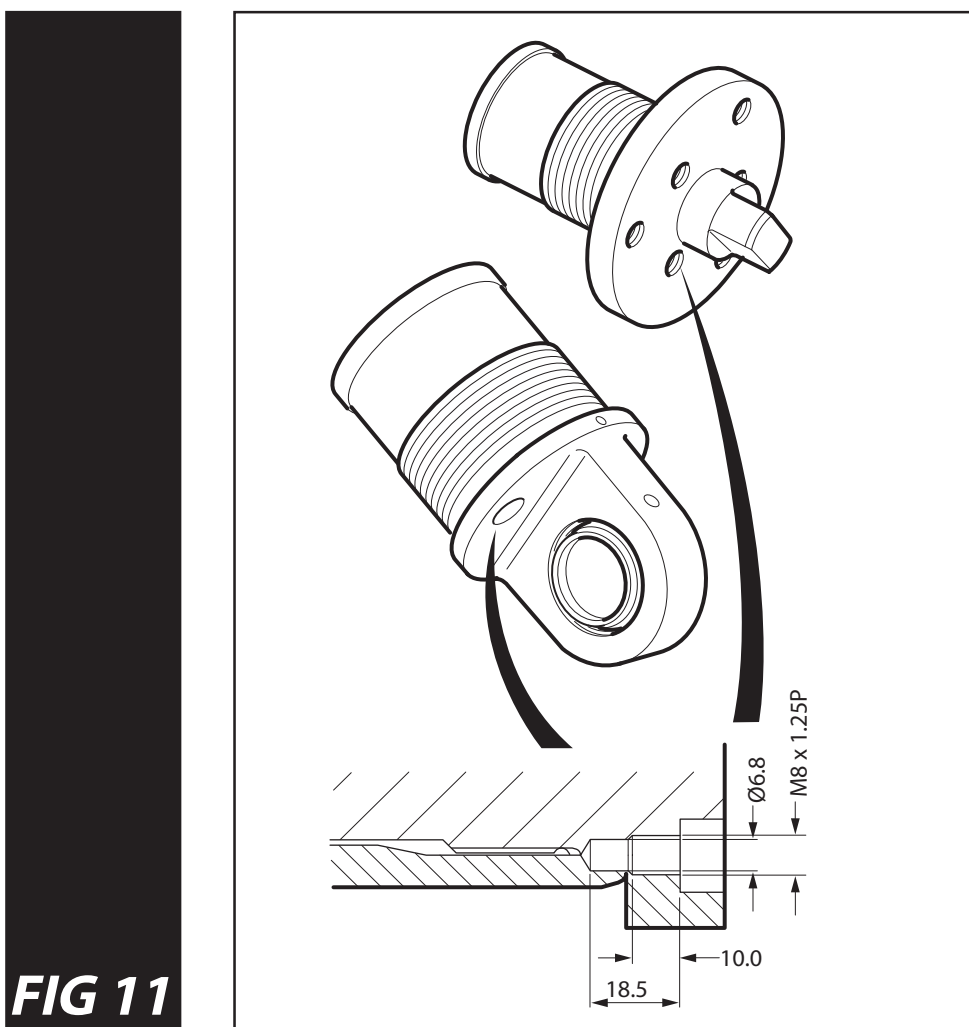

FIG 11
3. Używając wiertła \varnothing 6,8 mm rozwiąć częściowo nawiercony otwór do głębokości 18,5 mm (patrz rys. 11). Średnica ta **NIE MOŻE** być przekraczana.